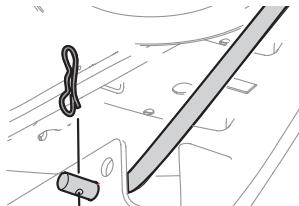

Figura 42
14. Tire del pasador de chaveta hacia afuera de la varilla de elevación delantera de la plataforma que la sujetó a la plataforma (Figura 42). Saque la varilla de elevación de la plataforma del soporte de suspensión frontal.